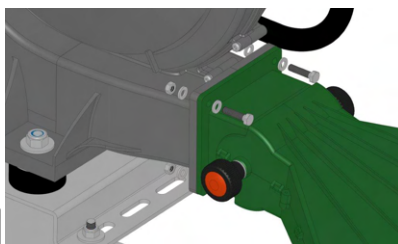

FIGURA 4
2. Fissare il diffusore (o altro accessorio) alla bocca di mandata utilizzando n°4 viti TE M6 UNI EN 24017, n°4 dadi M6 UNI EN 24032, n°8 rondelle Ø6 UNI 6592 (bulloneria fornita con i diffusori). Serrare le viti con coppia massima di 8Nm (FIGURA 4);